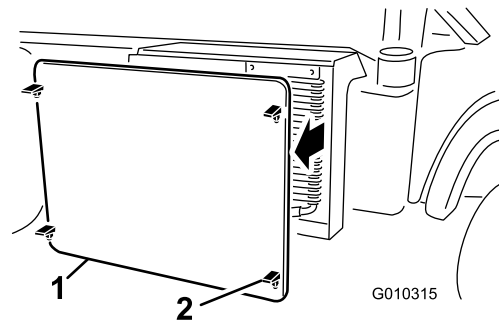

Figure 59
2. Déverrouillez et enlevez l'écran devant le radiateur (Figure 59).